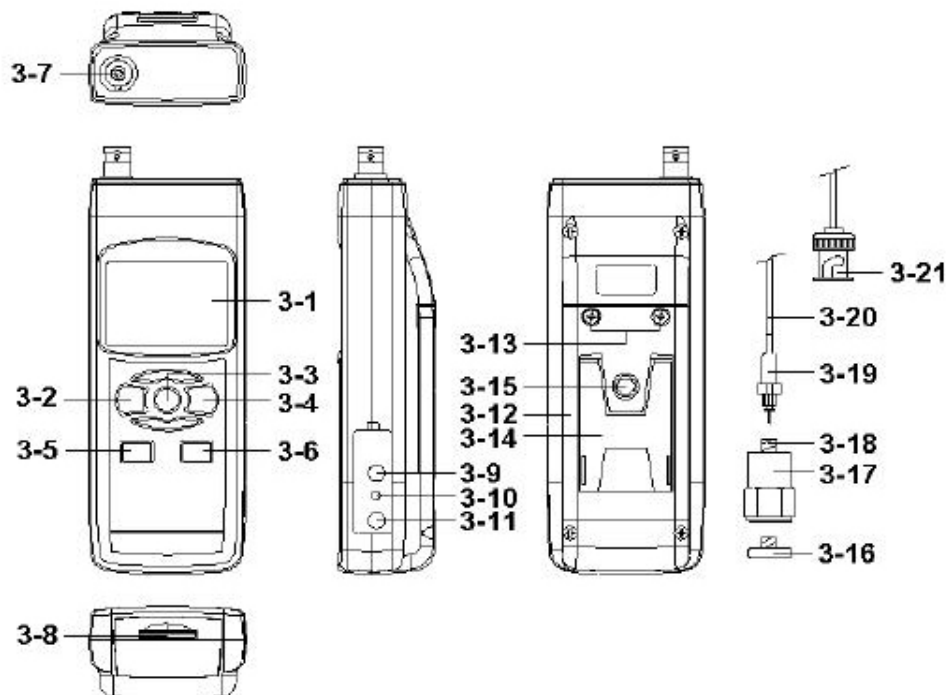

Fig. 1
Touche zéro	Sous la mesure d'accélération (RMS), capteur de mouvement, appuyez sur la touche d'enregistreur (3-6, Fig. 1) > 5 secondes.
Touche réinitialisation Max.Hold	Sous les mesures Max. hold, appuyez sur la touche enregistreur (3-6, Fig. 1) > 5 secondes
- 1) Allumez le mesureur appuyant sur la touche "Power" (3-2, Fig. 1) momentanément.
* Appuyant sur la touche "Power" (3-2, Fig. 1) d'une façon continue et pendant > 2 secondes on éteindra le mesureur.
- 2) Branchez le "câble connecteur BNC" (3-21, Fig. 1) à la "prise d'entrée BNC" (3-7, Fig. 1).
- * S'il vous plaît, n'utilisez pas le doigt ou la main pour toucher le "câble capteur" (3-20, Fig. 1)
Sélectionnez l'unité souhaitée d'écran appuyant sur la "touche unité" (3-4, Fig. 1) d'une façon continue (sans libérer la touche), l'écran montrera les unités suivantes d'Accélération/Vitesse/Déplacement en séquence.
Sélectionnez la fonction souhaitée (RMS, Pic, Max HOLD) appuyant sur la "touche fonction" (3-3, Fig. 1) d'une façon continue (sans libérer la touche), jusqu'à que l'écran montre la fonction souhaitée (RMS, Max HOLD, Pic), ensuite, libérez la "touche de fonction" (3-3, Fig. 1). Pour connaître les procédures en détail, s'il vous plaît, consultez le chapitre 4-1.
Quand vous êtes en train d'exécuter la fonction Max Hold si vous appuyez sur la touche "LOGGER-Enregistreur" (3-6, Fig. 1) continuellement pendant au moins 5 secondes, vous effacerez la valeur Max. Hold existante.
- 1) Le capteur de vibration est prêt, connectez la "prise du câble" (3-21, Fig. 1) dans la "prise d'entrée" (3-7, Fig. 1).
- 4) Appuyez sur la touche "LOGGER-enregistreur" (3-6, Fig. 1) d'une façon continue pendant au moins 5 secondes et l'écran se mettra à zéro.
Pendant la mesure, appuyez sur la touche "Hold" (3-3, Fig. 1) une fois et la valeur de mesure se fixera et l'écran montrera un symbole "HOLD".
- 1) L'enregistrement de données enregistre les lectures maximales et minimales. Appuyez sur la touche "REC" (3-4, Fig. 1) une fois pour commencer la fonction d'enregistrement de données et on montrera un symbole "REC" sur l'écran.
- a) Appuyez sur la touche "REC" (3-4, Fig. 1) une fois, le symbole "REC MAX" apparaîtra avec la valeur maximale sur l'écran. Si vous souhaitez effacer la valeur maximale, appuyez sur la touche "Hold" (3-3, Fig. 1) une fois, ensuite l'écran montrera "REC" et on exécutera la fonction de mémoire continuellement.
- b) Appuyez sur la touche "REC" (3-4, Fig. 1) à nouveau, le symbole " REC MIN " apparaîtra avec la valeur minimale sur l'écran.
Si vous souhaitez effacer la valeur minimale, appuyez sur la touche "Hold" (3-3, Fig. 1) une fois, l'écran montrera le symbole "REC" et on exécutera la fonction de mémoire continuellement. Pour sortir de la fonction d'enregistrement de mémoire, appuyez sur la touche "REC" pendant au moins 2 secondes. L'écran reviendra à la lecture actuelle.
Quand vous allumez le mesureur, le "rétroéclairage du LCD" s'allumera automatiquement. Pendant la mesure, appuyez sur la "touche de rétroéclairage" (3-2, Fig. 1) une fois pour éteindre le "rétroéclairage du LCD".
Préparez une "carte de mémoire SD" (de 1 G à 16 G, optionnel), insérez la carte SD dans la "fente pour la carte SD" (3-8, Fig. 1).
Appuyez sur la touche "REC" (3-4, Fig. 1) une fois, le LCD montrera "REC", ensuite, appuyez sur la touche "Logger-enregistreur" (3-6, Fig. 1), le symbole "REC" clignotera au même temps que les données de mesure avec l'information de l'heure seront gardées dans le circuit de mesure.
Pendant l'exécution de la fonction d'enregistrement de données, si vous appuyez sur la touche "Logger-enregistreur" (3-6, Fig. 1) une fois, la fonction d'enregistrement se pausera (elle s'arrête pour garder les données dans le circuit de mémoire temporellement). Au même temps, le symbole "REC" arrêtera de clignoter.